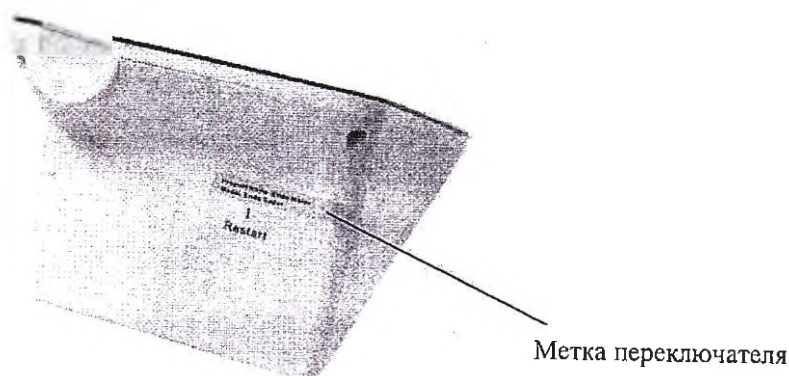

Рисунок 3
Габаритные размеры блока управления:	140 мм (± 1 мм) x 140,5 мм (± 1 мм) x 98,8 мм (± 2 мм) см. п. 15 Чертежи (Рисунок 3 Блок управления)
- 2.1 Перед первым использованием удалите метку переключателя с корпуса блока управления (см Рисунок 3).